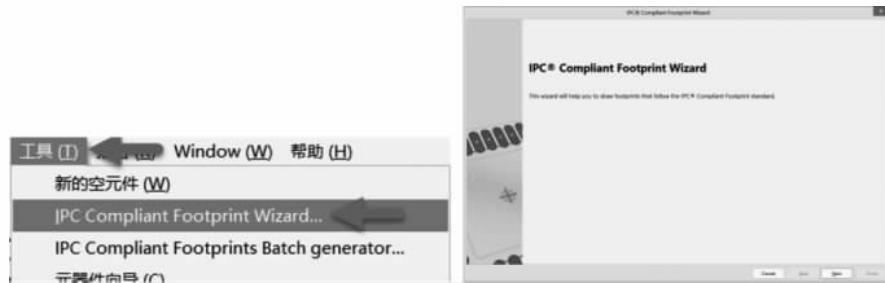

图 3-43 打开 PCB 元件库向导
(1) 在PCB元件库编辑界面下,执行菜单栏中“工具”→IPC Compliant Footprint Wizard命令,弹出PCB元件库向导,如图3-43所示。